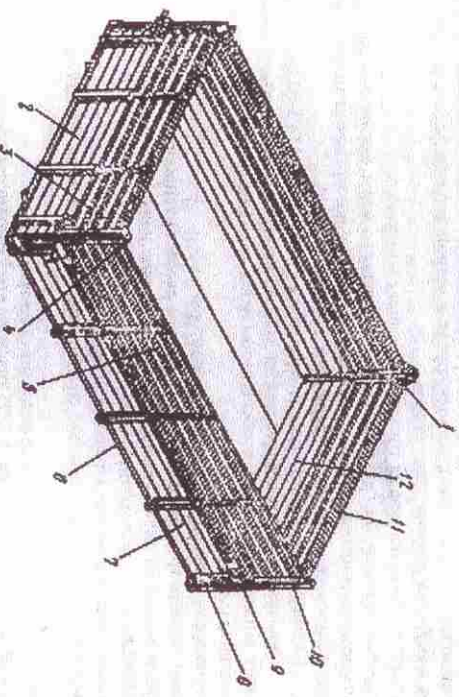

Рис. 24. Платформа
4.12 **Платформа** (рис.24). Платформа прицепа прямоугольной формы. Конструкция платформы предусматривает возможность установки надставных бортов: передних, задних и двух боковых. Наличие задних угловых стоек обеспечивает шарнирную навеску боковых и заднего надставных бортов. При установке надставных бортов емкость платформы увеличивается до 11,8 м³.